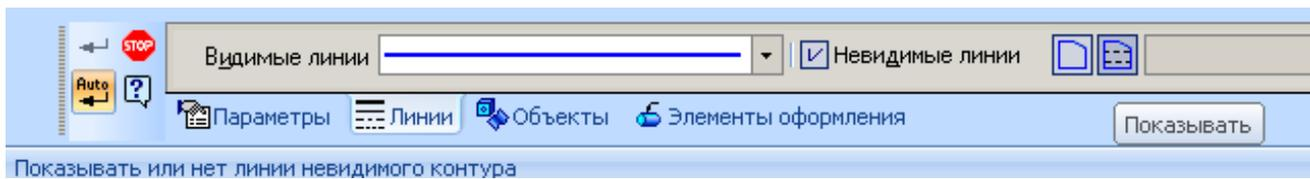

Рисунок 60
- 6) Для отображения невидимых линий нужно активизировать вкладку Линии на панели свойств и нажать на кнопку Показывать (см. Рисунок 60).